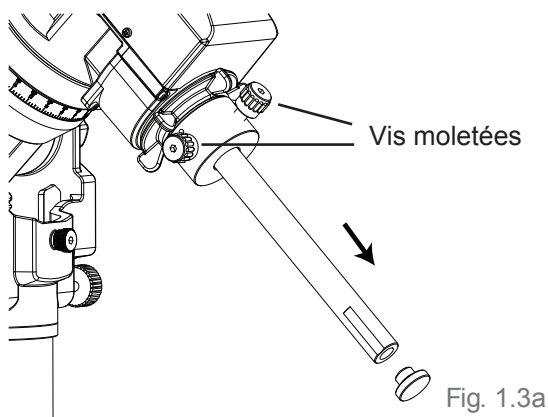

Fig. 1.3a
1. Desserrez les 2 vis moletées bloquant la barre de contrepoids et sortez cette dernière de la monture en la tirant vers le bas. Resserrez les 2 vis (Fig. 1.3a).